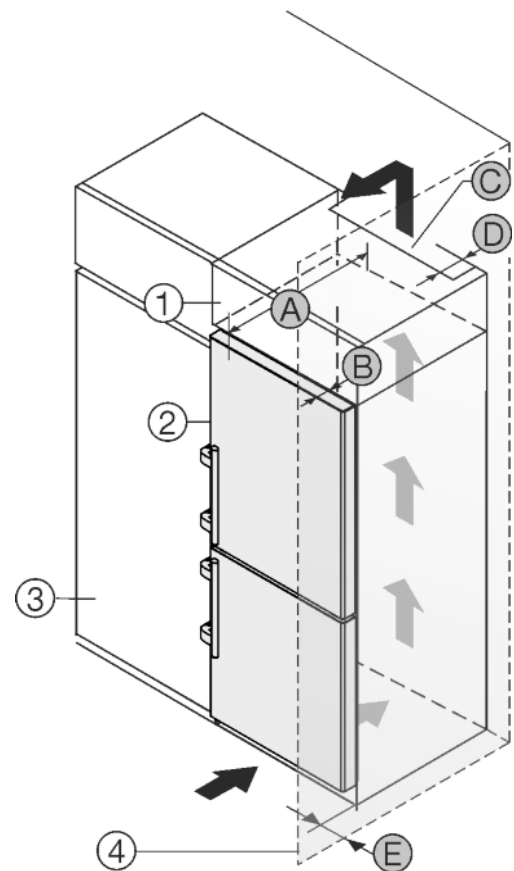

Fig. 51
L'apparecchio può essere incassato in mobili da cucina. Per adattare l'apparecchio Fig. 51 (2) all'altezza della cucina componibile, è possibile applicare sopra l'apparecchio un mobile da appoggio Fig. 51 (1).
L'apparecchio può essere installato direttamente accanto al mobile da cucina Fig. 51 (3). Per poter aprire completamente la porta, l'apparecchio deve sporgere almeno della profondità Fig. 51 (B) rispetto alla parte anteriore del mobile da cucina. L'apparecchio può sporgere ulteriormente a seconda della profondità dei mobili da cucina e dell'uso di distanziatori a parete.
- Sul retro del mobile da appoggio deve essere presente un vano di uscita dell'aria con profondità Fig. 51 (D) sull'intera larghezza del mobile da appoggio.
- Sotto al soffitto del locale deve essere rispettata la sezione di ventilazione Fig. 51 (C).
Se l'apparecchio è installato con le cerniere accanto ad una parete Fig. 51 (4), deve essere rispettata la distanza Fig. 51 (E) tra apparecchio e parete, che corrisponde alla sporgenza della maniglia con la porta aperta.